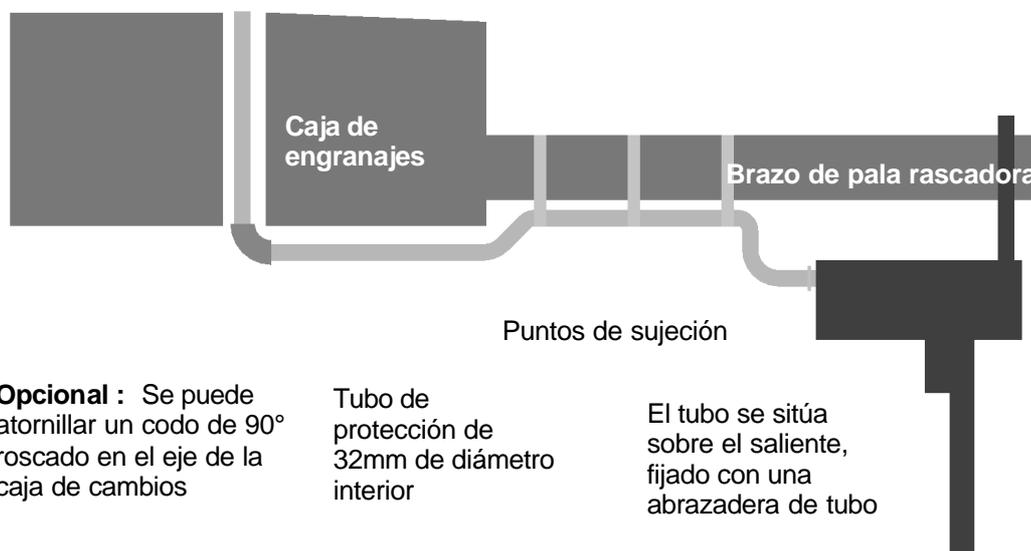

Figura 16 – Instalación del cable con una separación correcta
- Se debe soldar o atornillar cintas metálicas con el fin de proporcionar puntos de sujeción para el tubo de goma y el cable. Se sugieren detalles en la Figura 16